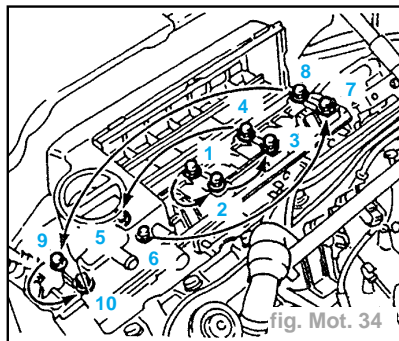

fig. Mot. 34
- Déposer les 10 vis de fixation de l'ensemble couvre-culasse / filtre à air (fig. Mot. 34).